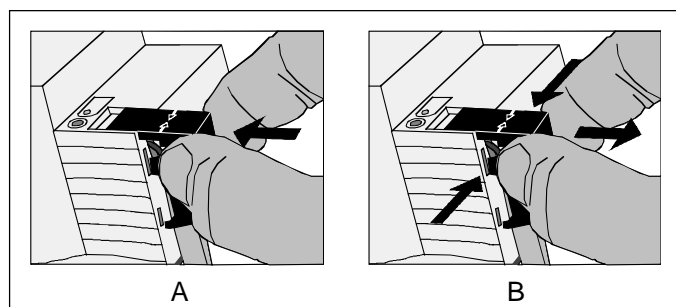

Bild 2: Abdeckkappe anbringen / entfernen
- Abdeckkappe anbringen: Die Abdeckkappe wird über die Busklemme geschoben (vgl. Bild 2-A), bis sie spürbar einrastet.
- Abdeckkappe entfernen: Die Abdeckkappe wird entfernt, indem sie seitlich leicht eingedrückt und nach vorne abgezogen wird (vgl. Bild 2-B).